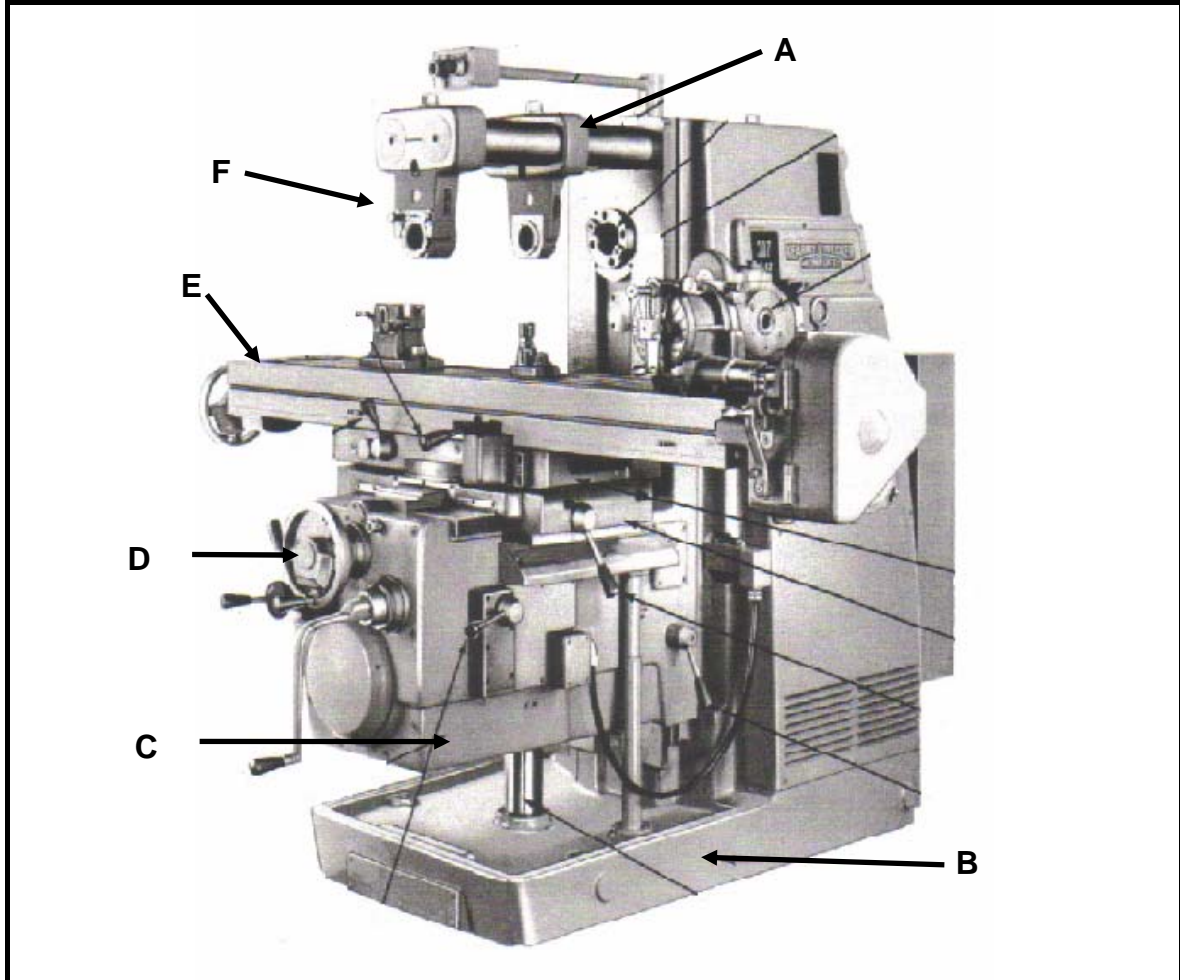

FIGUUR 3.2
3.4 'n Dwarsdeursnee-aansig van 'n kraan wat vir 'n handewasbak gebruik word, word in FIGUUR 3.2 getoon. Die kraanomhulsel is van 'n nie-ysterhoudende legering vervaardig.